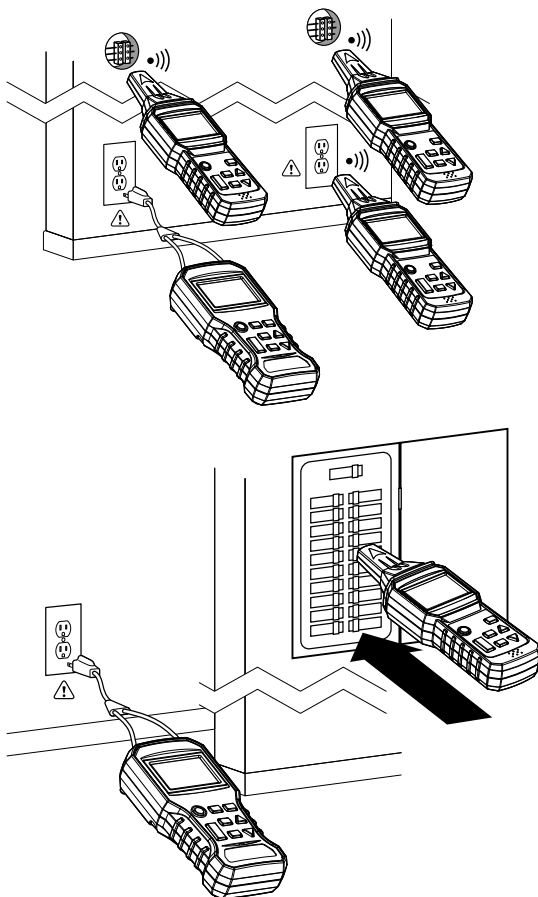

Abbildung 3 Zwei Beispiele für einen Abgleich von Anschlusspunkten in einem Stromkreis.
4. Beispiele finden Sie in Abbildung 3 im Abschnitt „Anwendungsabbildungen“.